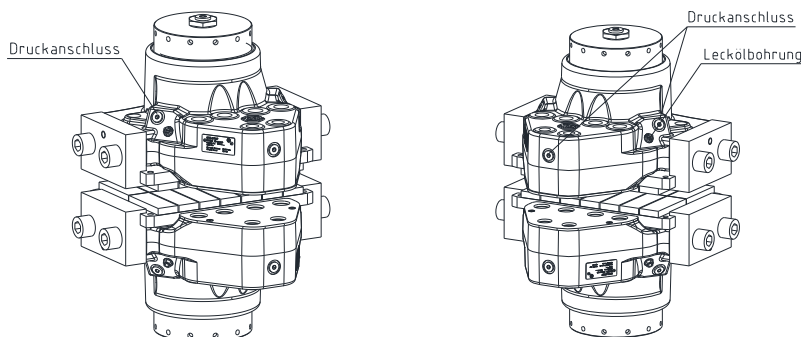

Bild 7: Anschlüsse der Lecköl-/Druckleitungen
- Schließen Sie die Druckölleitung an einen der Druckanschlüsse der Bremse an (siehe Bild 7 und 8), hierfür vorher die Verschlusschraube entfernen.
- Montieren Sie an der Entlüftungsbohrung (siehe Bild 7 und 8) eine Minimesse-Kupplung mit einem Minimesse-schlauch, hierfür vorher die Verschlusschraube entfernen. Führen Sie das Ende des Minimesse-schlauches in einem geeigneten Auffangbehälter ab.
- Schließen Sie die Leckageölleitung an die Bremse an (siehe Bild 7 und 8), hierfür vorher die Verschlussstopfen entfernen.